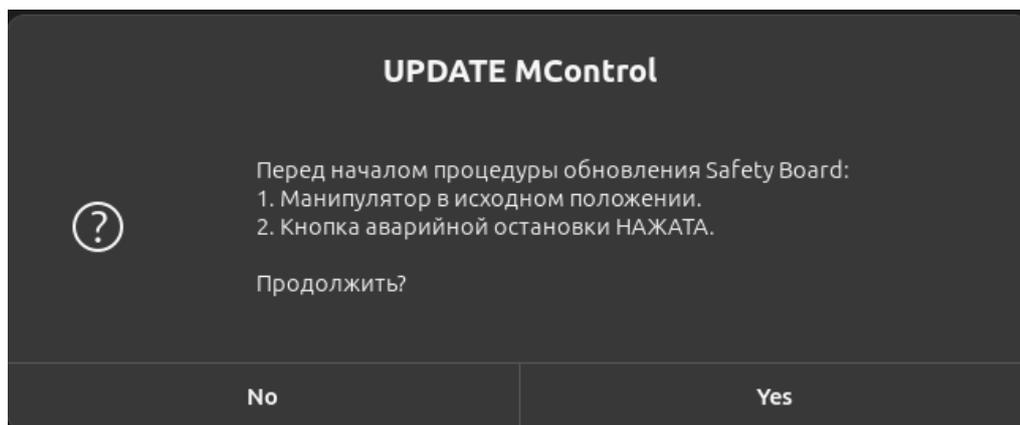

Рисунок II-61 – Предупреждение
- «Safety Board» – отобразится предупреждение «Перед началом процедуры обновления Safety Board: 1) Манипулятор в исходном положении. 2) Кнопка аварийной остановки НАЖАТА. Продолжить?» (см. Рисунок II-61);